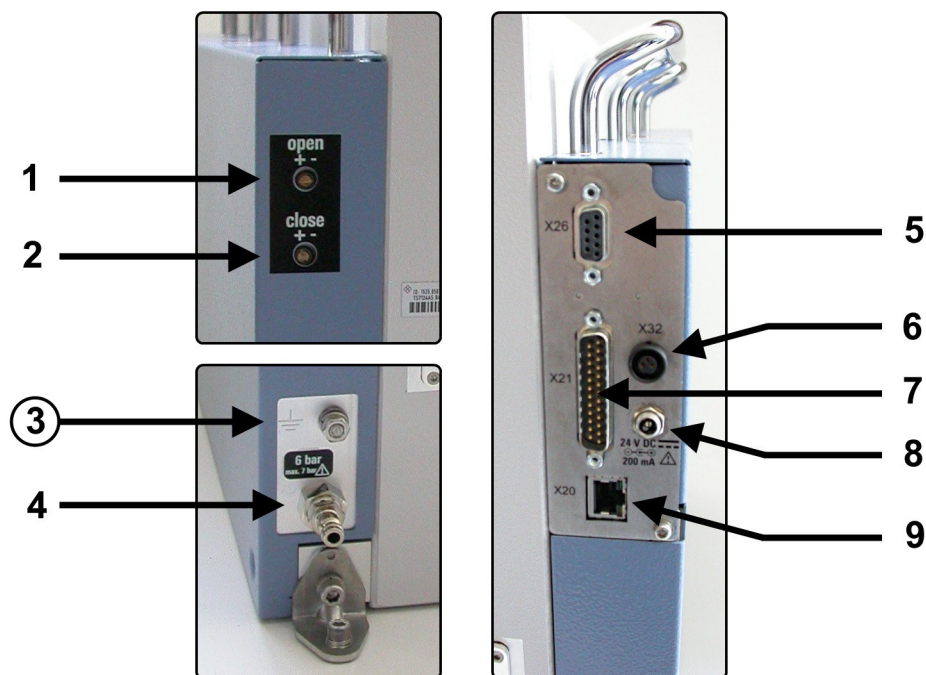

Bild 6-9: Detaljvyer av vänster och höger paneler med anslutnings- och kontaktdon för försörjning och styrning samt styrskruvar på baksidan av R&S TS7124AS
Snabbkopplingen KS3-1/8-A (märkt 4 i bild 6-9) levereras med en extra tryck-drag-adapater till flexibel slang med 6 mm diameter för tryckluft.
2. För fjärrstyrning via en **serieport** ska en RS-232-kabel anslutas från ditt styrsystem till D-Sub 9-uttaget (se **[X26]** in bild 6-9).
3. För fjärrstyrning via **Ethernet** ska en LAN-kabel anslutas från ditt styrsystem till RJ45-uttaget (se **[X20]** in bild 6-9).